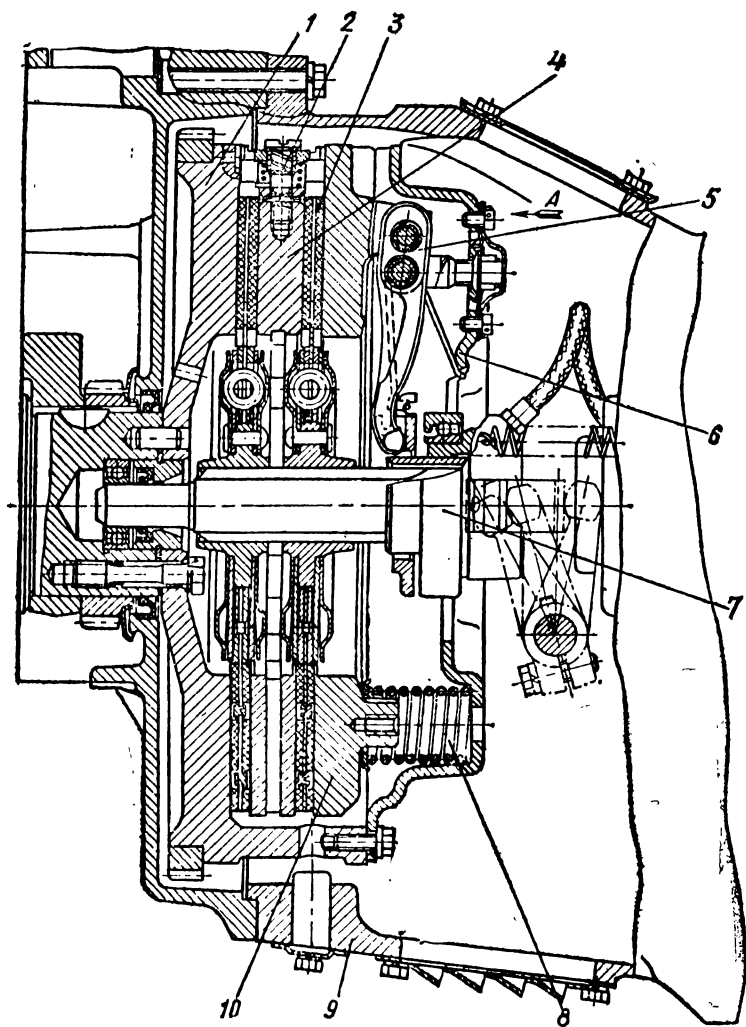

Рис. 28
V. Сцепление какого автомобиля (ВАЗ, ЗИЛ или КамАЗ) изображено на рис. 28?
VI. Какими цифрами (рис. 28) обозначены маховик, средний ведущий диск, нажимной диск, ведомый диск и картер сцепления?
VII. Какие детали сцепления (рис. 28) обозначены цифрами 2, 5, 6, 7, 8?
VIII. Какими цифрами (рис. 28) обозначены ведущие детали сцепления автомобиля КамАЗ?
1. Вилка нажмет на муфту 7 (см. рис. 28), перемещая ее с выжимным подшипником вперед. Подшипник нажмет на внутренние концы рычагов. Рычаги, поворачиваясь на осях, отводят назад нажимной диск и сцепление выключается. 2. Вилка нажимает на муфту 7, перемещая ее с выжимным подшипником вперед. Подшипник нажимает на пружинные концы рычагов 5 и, прижимая нажимной диск, включает сцепление.